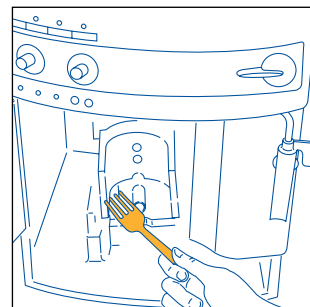

Abb.30
- Das Maschineninnere sorgfältig reinigen. Die Kaffeeverkrostungen innerhalb der Kaffeemaschine mit einer Holz- oder Plastikgabel abkratzen (Abb. 30), und dann mit einem Staubsauger alle Rückstände absaugen (Abb. 31);